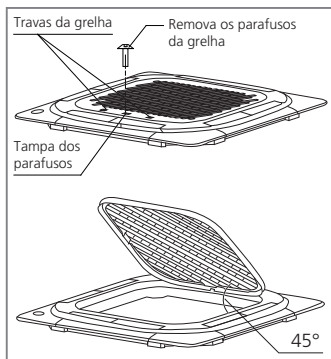

FIG. 22
- a) Para retirar a grelha, pressione para dentro simultaneamente as travas da grelha de modo a destravar os engates desta. Segure a grelha em um ângulo de 45°, levante-a ligeiramente e retire-a do corpo da unidade (Fig. 22).